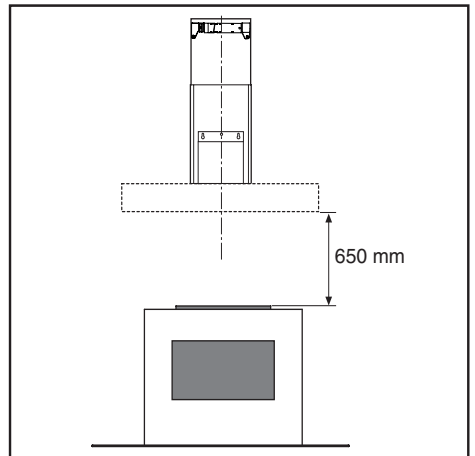
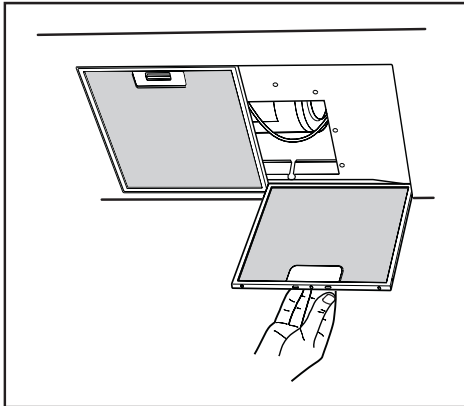

Fig.5
Fig.8
- La distance minimum entre la surface de support des récipients de cuisson sur le dispositif de cuisson et la partie la plus basse de la hotte pour cuisson doit être de 65 cm au moins (Fig.5). S'il doit être utilisé un tuyau de connection composé de deux ou plusieurs parties, la partie supérieure doit être à l'extérieur de celle inférieure. Ne pas relier le tuyau d'échappement de la hotte à un conduit dans lequel circule de l'air chaud ou employé pour évacuer les fumées des appareils alimentés par une énergie différente de celle électrique. En vue d'une manœuvrabilité de l'appareil plus facile, avant d'exécuter les opérations de montage, déconnecter le filtre/les filtres anti-graisse (Fig.8). S'il s'agit d'une hotte aspirante, il faudra prévoir une ouverture pour l'évacuation de l'air.